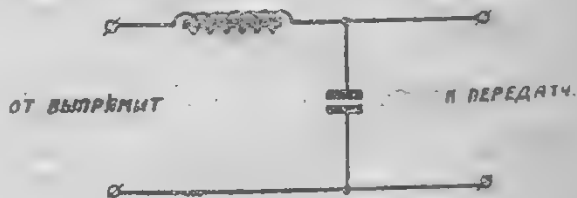

Рис. 4
3) П-образные—из одного дросселя и двух групп конденсаторов (рис. 4) по обеим сторонам дросселя.
Оставляя в стороне расчетные формулы, мы укажем лишь, что для хорошего сглаживания пульсаций после двухполупериодного выпрямителя практически оказывается достаточным применять одноступенчатый фильтр (рис. 4), состоящий из дросселя с самоиндукцией в 50 генри и двух групп конденсаторов по 3 микрофарады каждая.